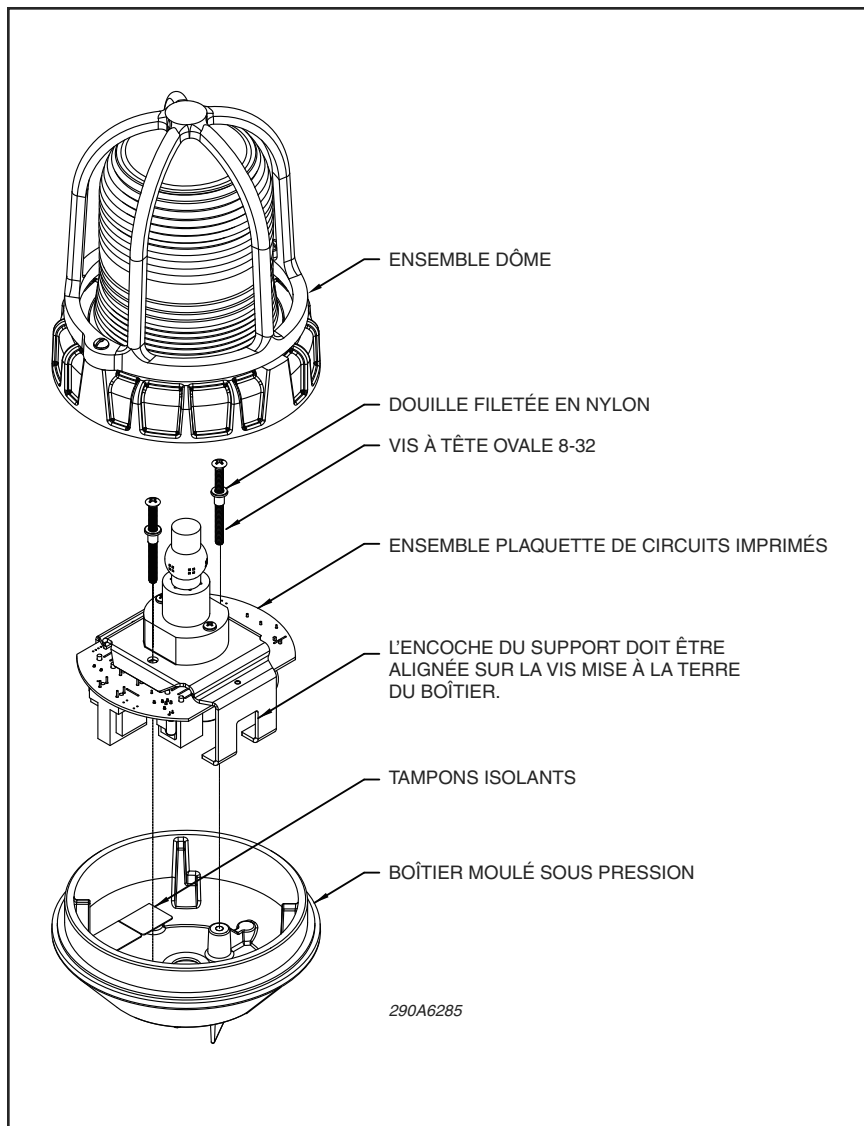

Figure 1
2. Enlever le dôme fileté en le tournant dans le sens antihoraire. Voir la figure 1 à la page 26.